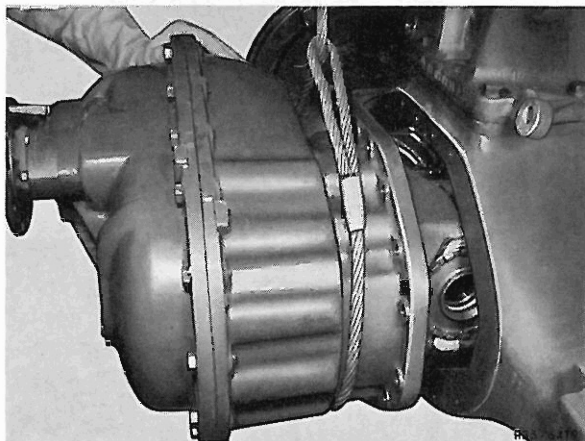

Bild 68
- 4 Achsgehäuse mit Durchtrieb komplett aus der Achsbrücke herausheben (Bild 68).